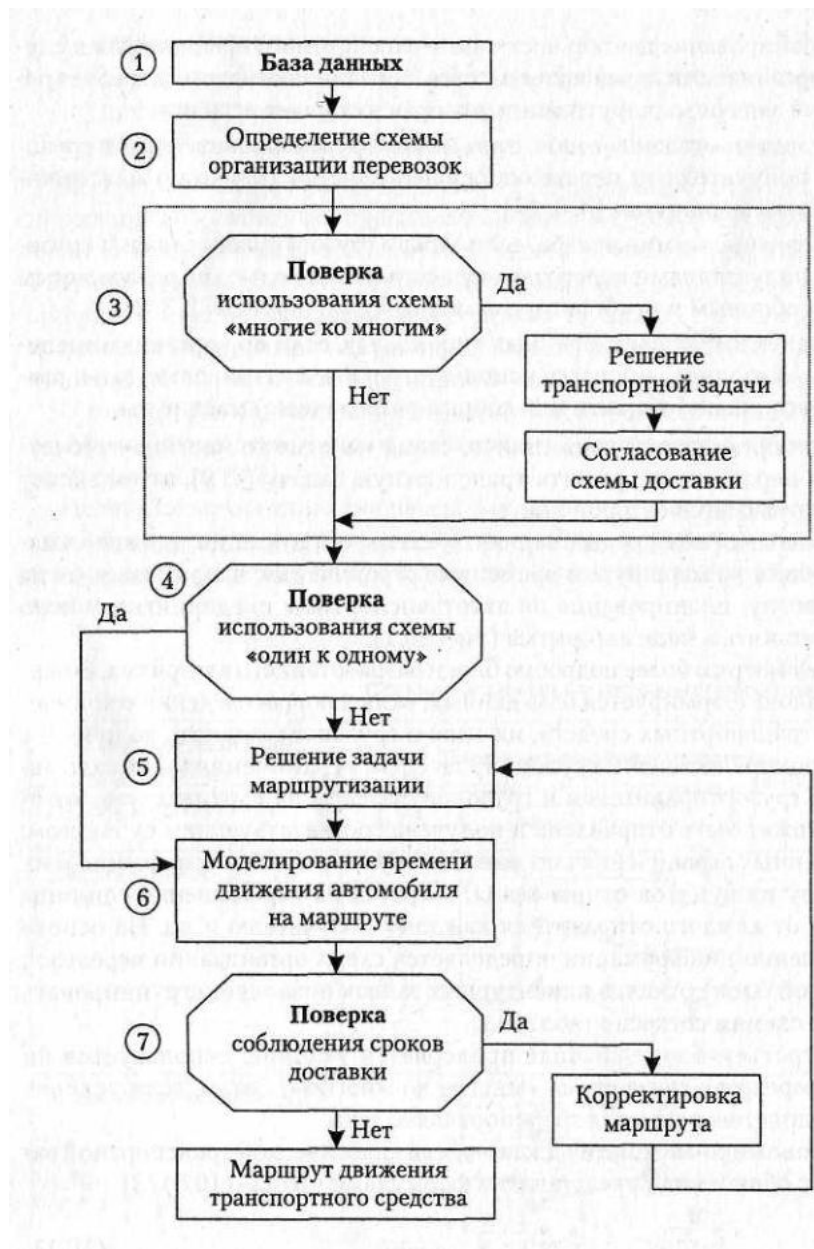

Рисунок 1.1 – Общий алгоритм планирования грузовых автомобильных перевозок.
Учитывая возможные варианты схемы организации движения автомобиля на маршруте и временные ограничения, накладываемые на перевозку, планирование на автотранспортном предприятии можно представить в виде алгоритма (рис. 1.1).
1. Из пунктов a_1 и a_2 необходимо доставить груз в пункты b_1 - b_{15} в требуемом количестве (табл. 1.3). Согласно алгоритму (рис. 1.1) на втором этапе определяется схема доставки. Используется схема «многие ко многим».